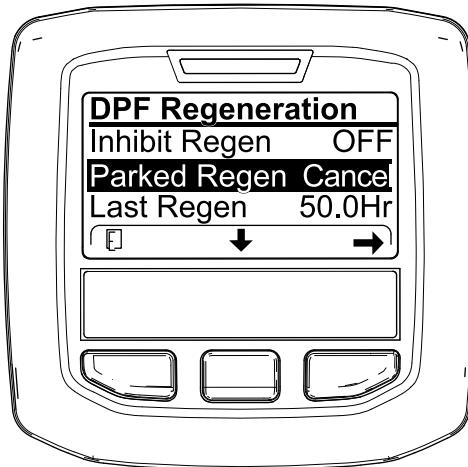
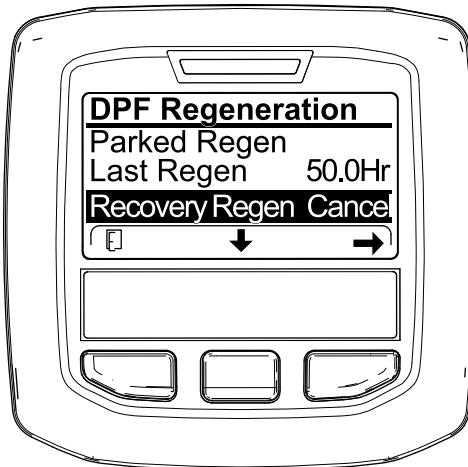

Figura 73
Figura 74
1. Acceda al menú DPF Regeneration (Regeneración de DPF) (Figura 73).
- Pulse el botón central para desplazarse hacia abajo, hasta la opción PARKED REGEN CANCEL (Cancelación de regeneración con máquina aparcada) (Figura 73) o la opción RECOVERY REGEN CANCEL (Cancelación de regeneración de recuperación) (Figura 74).
- Pulse el botón derecho para seleccionar la opción Regen Cancel (Cancelación de regeneración) (Figura 73 o Figura 74).